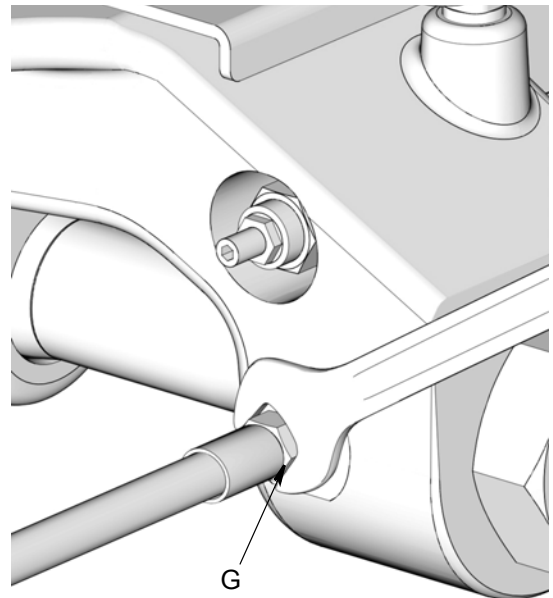

图 10
- 在系统中泄压时，使用扳手**慢慢拧松** 润滑剂管路管件 (G)，直到管件内不再流出润滑剂或者空气 (图 10)。